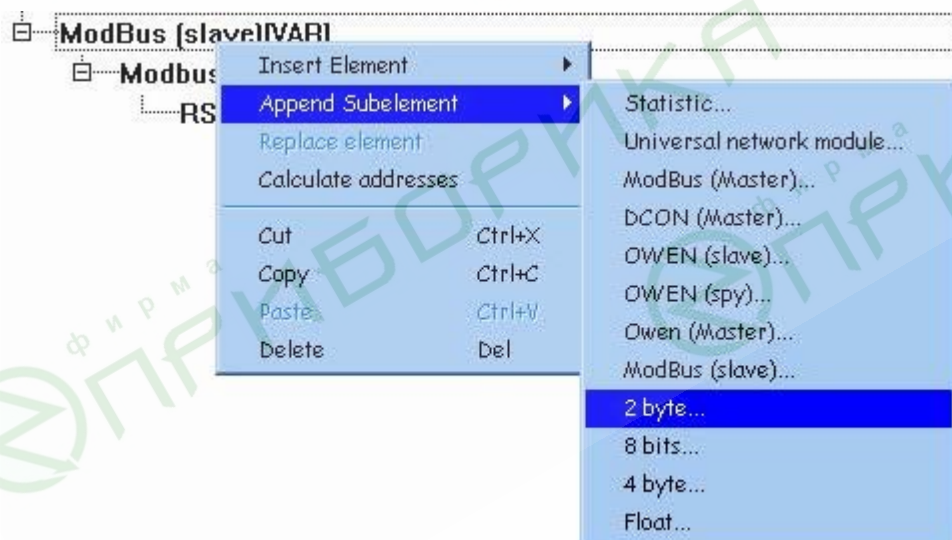

Рис. 4.1
4. Добавьте необходимое вам количество регистров, данными из которых нужно обмениваться с панелью. К примеру, добавьте 3 регистра. Нажмите правой кнопкой на *ModBus (Slave)[VAR]* и в появившемся контекстном меню последовательно выберите *Append Subelement*, а затем *2 byte* (рис. 4.1).